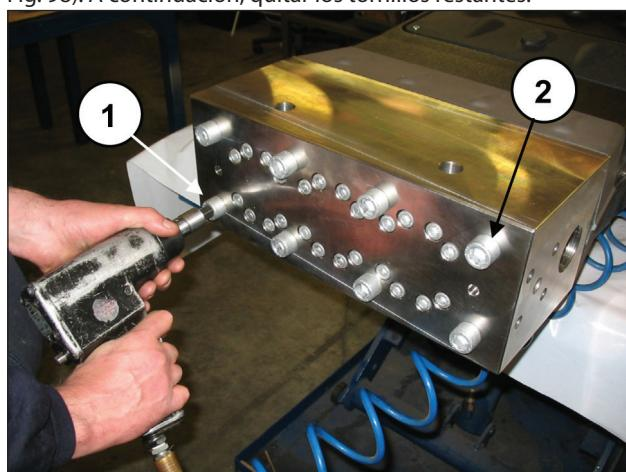
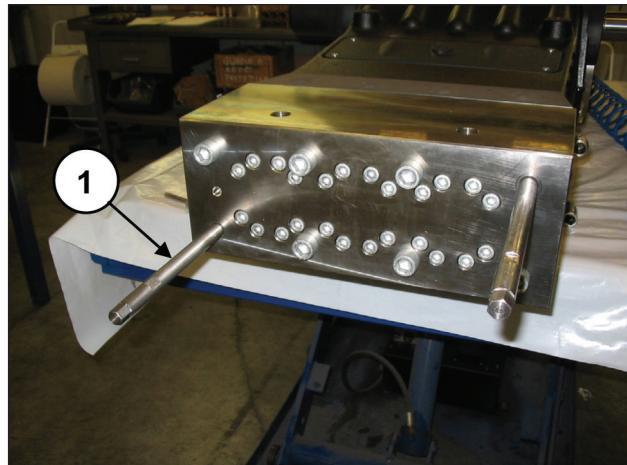

Fig. 97
Fig. 98
Aflojar los dos tornillos diametralmente opuestos de fijación de la cabeza M16x320 (pos. ① e ②, Fig. 97) sustituyéndolos con dos tornillos - clavija de servicio (cód.27540200) (pos. ①, Fig. 98). A continuación, quitar los tornillos restantes.